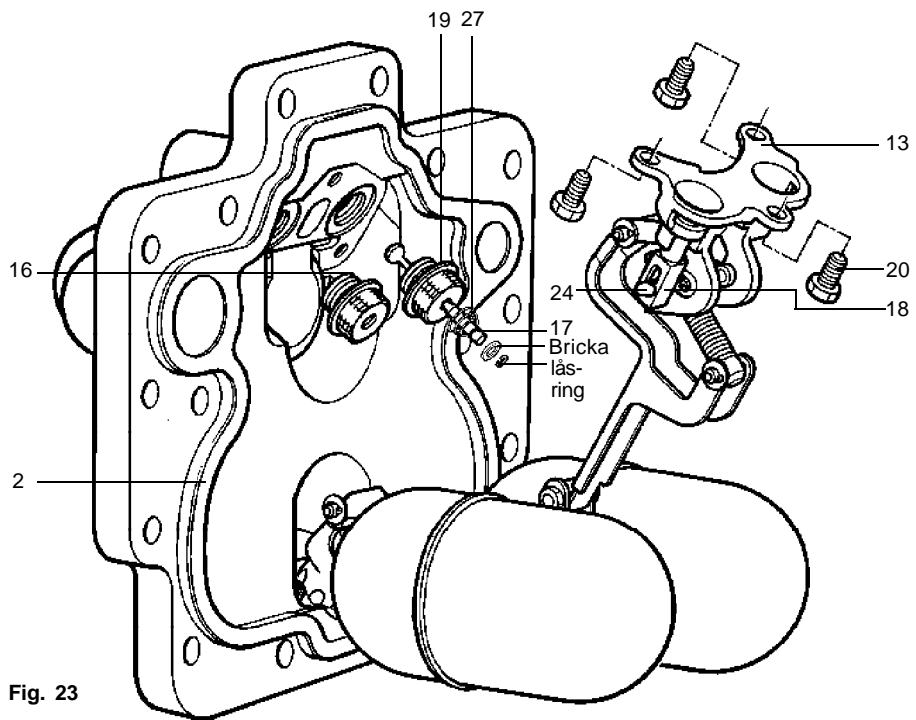

Fig. 23
9. De två säterna (del 16) är identiska. Sätt in den nya ångventilen (del 17) enligt Fig. 23, med dess sfär placerad i den gängade änden av det nya sätet.